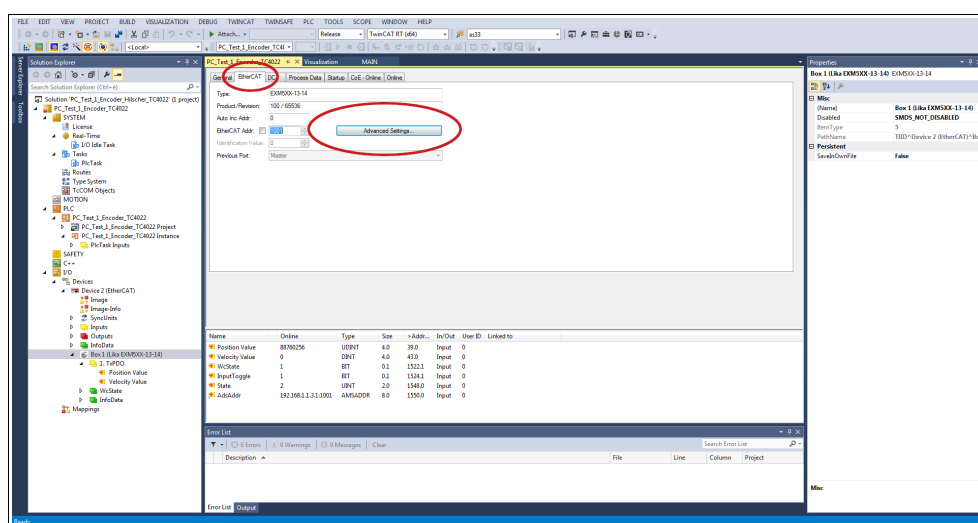

Figura 56 - Pagina a schede EtherCAT
- Nella pagina **Advanced Settings** aprire l'elenco **Mailbox** e premere poi il comando **EoE**: sarà visualizzata la finestra di gruppo **EoE**. Verificare l'indirizzo IP assegnato nel campo **IP Address** (192.168.1.10 nella Figura 56).